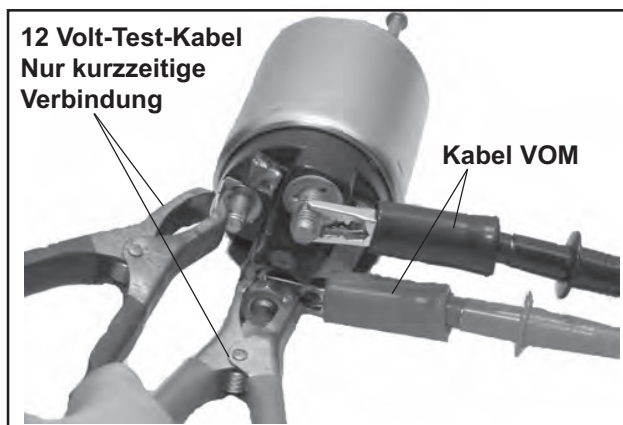

Abbildung 8-75. Durchgangstest Kontakt Magnet/Antriebsspule.
Einen Ohmmeter, der auf die Skala Rx2K oder auf Tonanzeigen eingestellt ist, verwenden und die beiden Kabel des Ohmmeters an die beiden großen Endverschlüsse anschließen. Den vorigen Test (1) ausführen und auf das Vorhandensein des Durchgangs prüfen. Siehe Abbildung 8-75. Der Ohmmeter sollte Durchgang anzeigen. Ist kein Durchgang vorhanden, muss der Magnet ausgetauscht werden. Den Test mehrmals wiederholen, um das Ergebnis zu bestätigen.